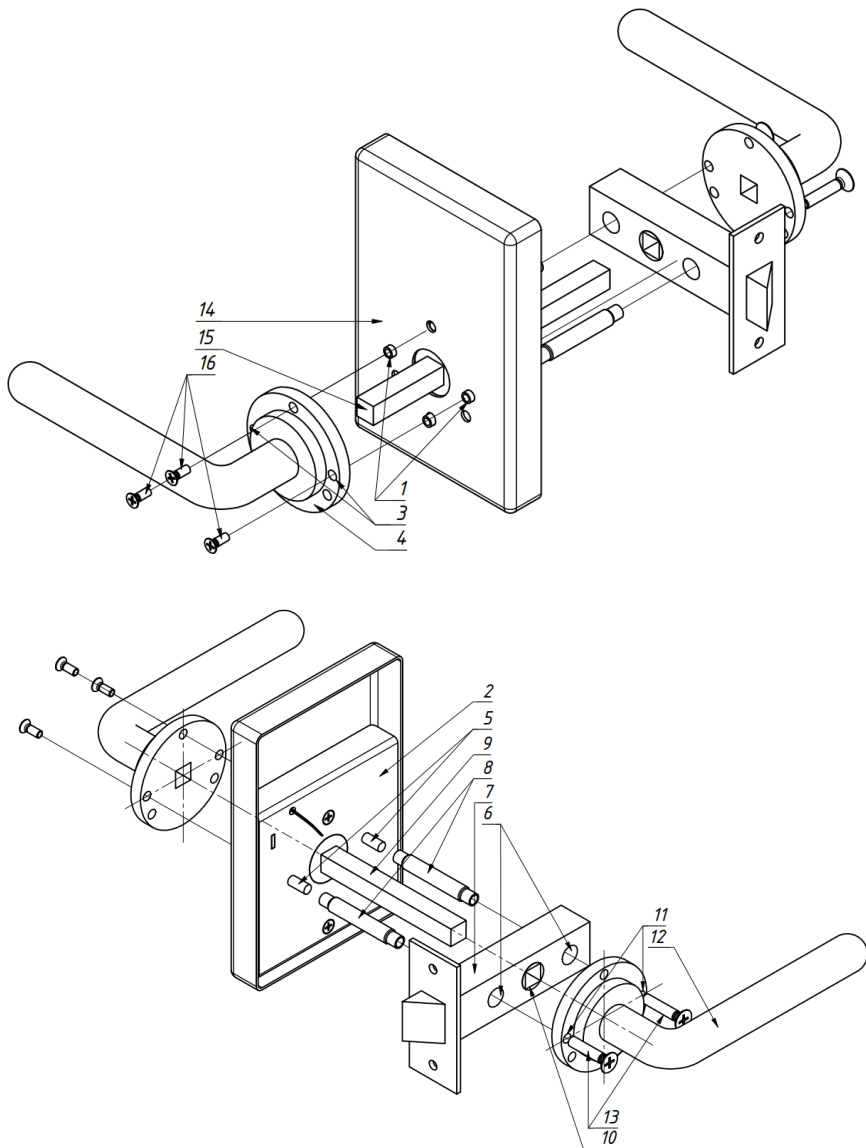

Рис.3. Схема сборки
При описании монтажа предполагается, что врезной замок/защёлка (7) (см. рисунок 3) уже был установлен в полотно двери. Перед началом монтажа необходимо убедиться в том, что расположение крепежных втулок (1) на замке (2) совпадают с отверстиями (3) на розетке ручки (4), положение крепежных шпилек (5) на замке (2) совпадает с положением отверстий (6) в замке/защелке (7), диаметр втулки стяжной (8) меньше, чем диаметр отверстия (6) в замке/защелке.